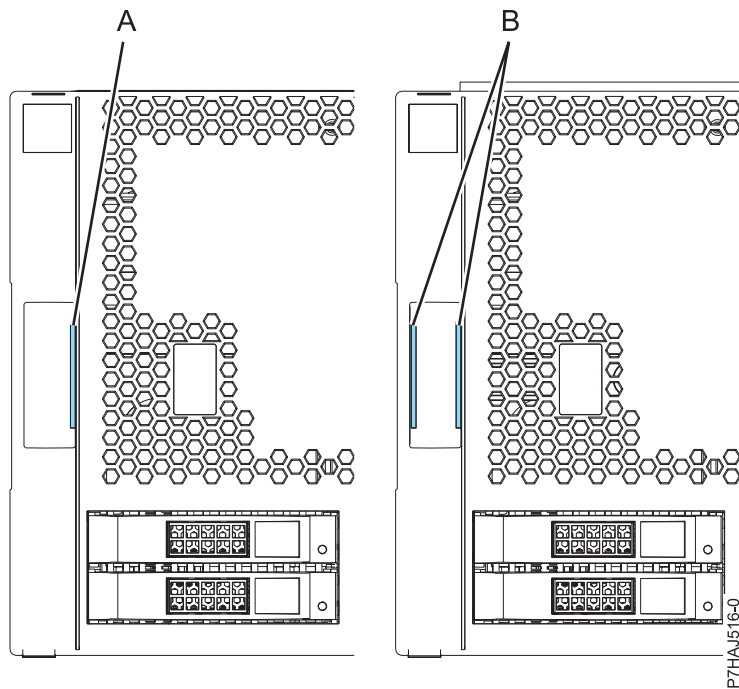

Figure 80. Identification des capots anciens et nouveaux
Remarque : Les anciens capots (expédiés avant le 1er mars 2011) sont reconnaissables à la bande bleue unique (A) située sur les taquets du capot. Les nouveaux capots possèdent deux bandes bleues (B). Voir figure 80, à la page 111.